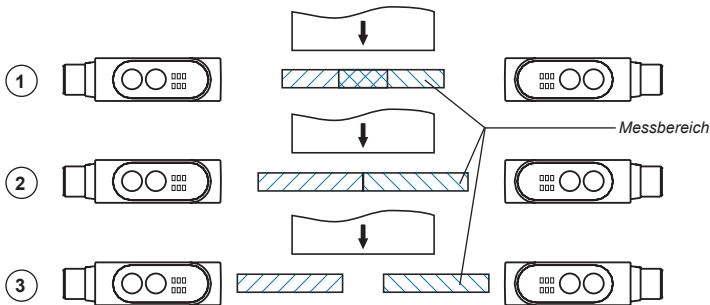

Abb. 20
Bei diesem Messverfahren werden zwei BOD 26K-LBR miteinander gekoppelt. Die Sensoren stehen sich dabei gegenüber (Dicken-Differenzmessung, Funktion Nr. 26) oder werden parallel angeordnet (Parallel-Differenzmessung, Funktion Nr. 27). Die Messbereiche können bei der Dicken-Differenzmessung überlappen (1), direkt angrenzen (2), oder auseinanderliegen (3) (Abb. 20).
1. Montage: Referenz-Objekt (Sollwert) im Messbereich positionieren und beide BOD 26K-... (LBR Typen) so montieren, dass der Abstand zum Objekt immer innerhalb der Tastweite der Sensoren liegt (Abb. 20 und 22).
Obwohl ein BOD 26K nur einen Messbereich von 70 oder 220 mm hat, ist es möglich durch die **Master-Slave-Schaltung** auch **Überbreiten** zu messen. Der Lösungsansatz ist durch die Anordnung beider Sensoren gegeben (Abb. 20). Der benötigte Messbereich hängt von der maximalen Dickendifferenz ab. Bei geringfügig schwankenden Dicken und geringen Führungsschwankungen können Sensoren mit kleinem Messbereich gewählt werden.